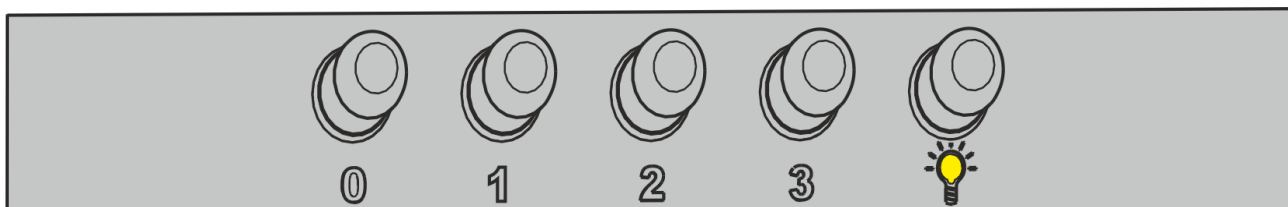

Рис.4
7.3 На панелі витяжки знаходиться кнопчний перемикач режимів роботи двигуна, ламп освітлення та індикаторна лампочка (рис.4):